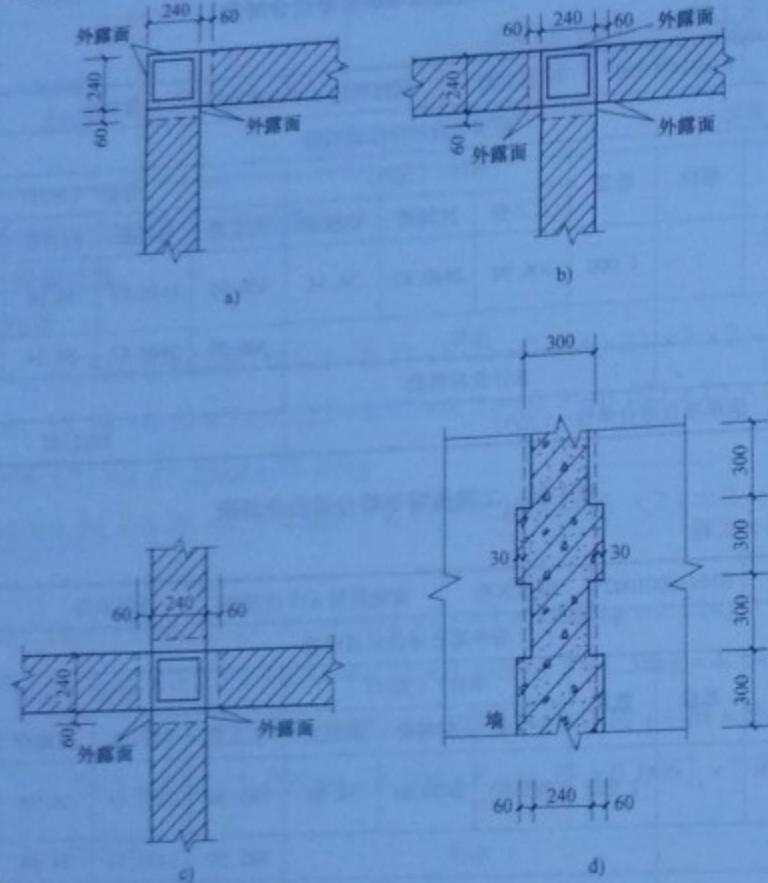

图 1-77 构造柱设计示意图
**【例 1-77】** 已知某工程中构造柱的高度为 3.8m, 试计算如图 1-77 所示位置的构筑柱的混凝土工程量。